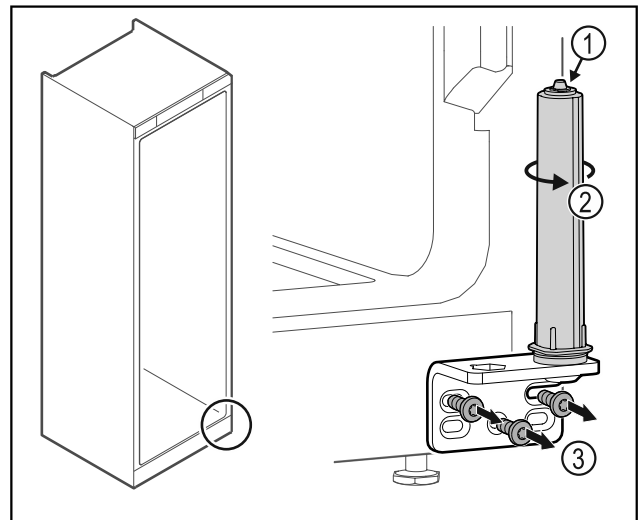

Fig. 26
- ▶ Türschließsystem nicht zerlegen Fig. 26 (1).
- ▶ Schließsystem Fig. 26 (2) drehen, bis es klickt.
- ▶ Scharnierwinkel Fig. 26 (3) abschrauben.